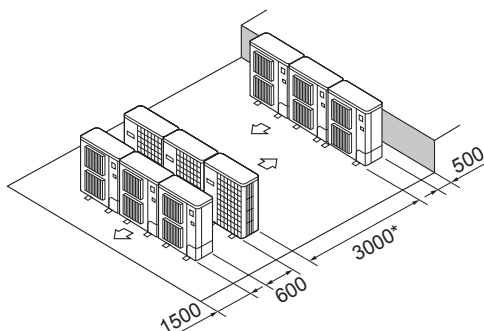

Fig. 2-14
- ⑥ Disposición en paralelo de varias unidades (Fig. 2-14)